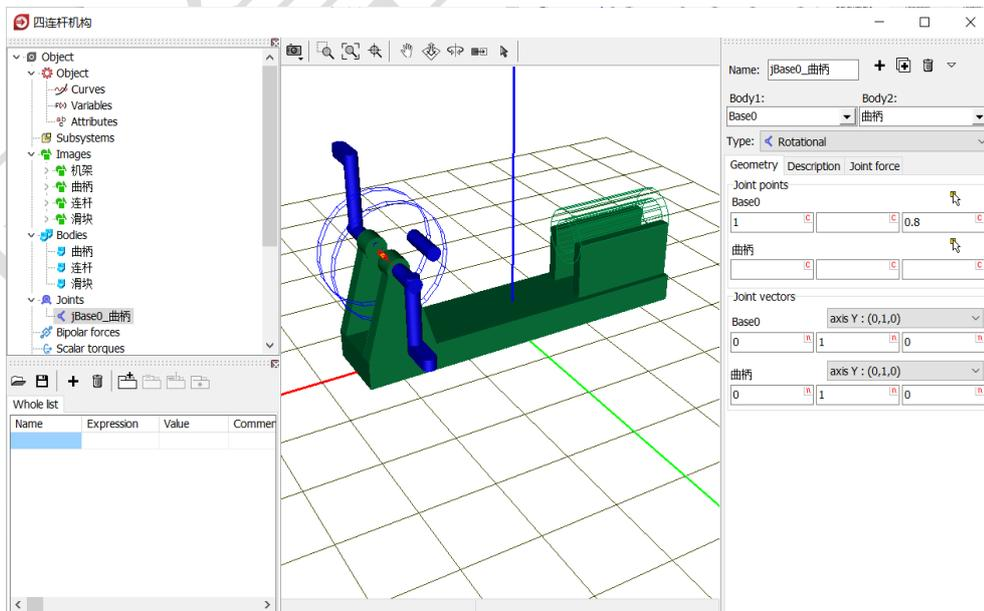

图 2-53
- 9) 创建第一个铰, **Body1** 选择 **Base0**, **Body2** 选择曲柄, **Type** 选择 **Rotational**, **Joint points** 分别为 (1, 0, 0.8) 和 (0, 0, 0), **Joint vector** 都选择 **Y** 轴, 如图 2-53。表示将曲柄的原点与总体坐标系的点 (1, 0, 0.8) 重合, 曲柄绕通过该点与总体坐标系 Y 轴平行的 Y' 轴可以转动, 并且曲柄的 Y 轴与之平行 (重合)。